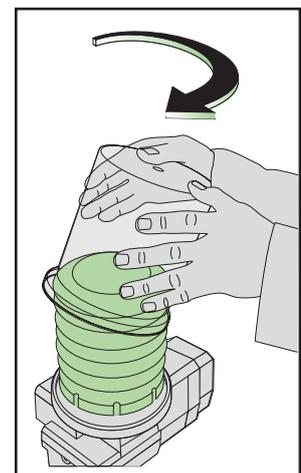

fig.9
5. Nettoyer le capuchon de protection et le placer sur la cartouche (Figure 9), puis le visser sur la pompe en le tournant vers la droite (sens des aiguilles d'une montre).